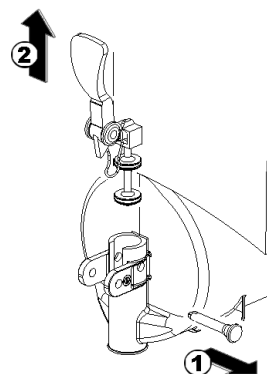

Bild 10
- 5 Den Ablaufhahn in der gezeigten Reihenfolge zerlegen (Bild 10).
3 Den Hahn auf dem Behälter wieder zusammensetzen. Dabei die zur Demontage durchgeführten Schritte in umgekehrter Reihenfolge ausführen (Bild 10).